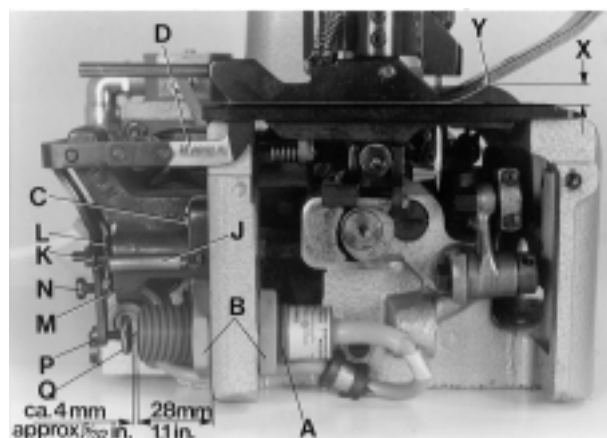
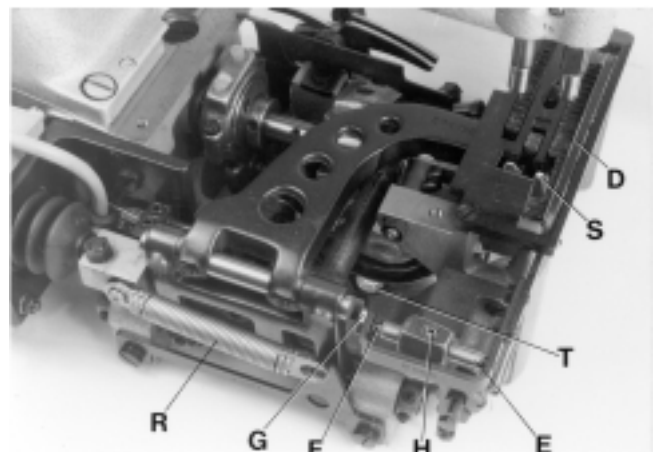

Fig. 14
Fig. 15
Remove cloth plate and left end cover. Mount the electronic proximity switch (A, Fig. 14) to the dimension of 28 mm (1.1"), as shown in Fig. 14.
The feeler (D, Figs. 14 and 15) is adjusted initially with the two fastening screws (C, Fig. 14) for the feeler support bracket.
The feeler (D, Figs. 14 and 15) should not have any lateral play but should turn readily. For this, adjust the centering shaft (E, Fig. 15) with centering screw (F) and lock nut (G) accordingly.
Loosen screw (H, Fig. 15) and center the feeler (D) in the throat plate and presser foot slot, by moving the centering shaft (E) laterally. The feeler must turn readily. Retighten screw (H).
Hang in tension spring (J, Fig. 14).
The feeler should be set as high as possible. The dimension (X, Fig. 14) between upper throat plate surface and upper edge of feeler at the bag entrance zone, should not be less than 7 mm (.270") on styles 80800R, RL, S and SL, and not less than 7 mm (.290") on styles 80800TL, TAL, U, UA, UL and UAL.
For adjustment loosen nut (K, Fig. 14) and turn-off screw (L), so that the head of screw does not contact the magnet in the feeler support bracket. Loosen nut (M) and turn the feeler stop screw (N) in or out, as required, to adjust the correct feeler height.
**NOTE:** When the presser foot rests on the throat plate (feed dog below throat plate), the distance between upper edge of feeler and lower edge of the feeler slot cut-out in the presser foot (see Y, Fig. 14) should be approx. 1 mm (.040") on styles 80800R, RL, S and SL, and approx. 2 mm (.080") on styles 80800TL, TAL, U, UA, UL and UAL.
Secure the set feeler height with lock nut (M, Fig. 14).
Entfernen Sie die Stoffplatte und das linke Abschlußblech. Montieren Sie den elektronischen Annäherungsschalter (A, Fig. 14), wie in Fig. 14 gezeigt, auf das Maß 28 mm.
Mit den beiden Befestigungsschrauben (C, Fig. 14) für den Taster-Lagerbock wird der Taster (D, Fig. 15 und 15) vorläufig ausgerichtet.
Der Taster (D, Fig. 15 und 15) darf kein seitliches Spiel haben, muß sich aber ganz leicht drehen. Stellen Sie dazu die Zentrierachse (E, Fig. 15) mit dem Zentrierstift (F) und die Zentrierachse (E, Fig. 15) mit dem Zentrierstift (F) und der Kontermutter (G) entsprechend ein.
Lösen Sie die Schraube (H, Fig. 15) und vermitteln Sie den Taster (D) durch seitliches Verschieben der Zentrierachse (E) im Stichplatten- und Drückerfußschlitz. Der Taster muß sich frei bewegen können. Ziehen Sie die Schraube (H) wieder an. Hängen Sie die Zugfeder (J, Fig. 14) ein.
Der Taster soll so hoch wie möglich eingestellt sein. Das Maß (X, Fig. 14) zwischen Stichplattenoberfläche und Tasteroberkante in der Sackeinlaufzone darf bei den Maschinen 80800R, RL, S und SL nicht kleiner als 7 mm und bei den Maschinen 80800TL, TAL, U, UA, UL und UAL nicht kleiner als 7,5 mm sein.
Zur Einstellung lösen Sie die Mutter (K, Fig. 14) und drehen die Schraube (L) soweit zurück, daß der Schraubenkopf den Magneten im Taster-Lagerbock nicht berühren kann. Lösen Sie die Mutter (M) und drehen Sie die Taster-Anschlagschraube (N) entsprechend ein oder aus bis die richtige Tasterhöhe erreicht ist.
**BEACHTEN SIE:** Wenn der Drückerfuß auf der Stichplatte aufliegt (Transporteur unter der Stichplatte), soll zwischen Oberkante Taster und Unterkante Tasteraussparung im Drückerfuß (siehe Y, Fig. 14) bei den Maschinen 80800R, RL, S und SL ein Abstand von etwa 1 mm und bei den Maschinen 80800 TL, TAL, U, UA und UAL ein Abstand von etwa 2 mm sein.
Sichern Sie die eingestellte Tasterhöhe durch Kontern der Mutter (M, Fig. 14).
The switching pressure on the feeler is set with screw (K, Fig. 14).
**NOTE:** The closer the head of screw (K, Fig. 14) to the magnet the higher the switching pressure on the feeler. Secure the position of screw (K) with lock nut (L).
The electrical switching point of the proximity switch (A, Fig. 14) is determined by screw (Q, Fig. 14). The distance between screw head and the face of the proximity switch is approx. 4 mm (5/32") (see Fig. 14), when the feeler is in home position. This distance of 4 mm (5/32") is not exactly the same for all switches. Connect the machine electrically. With feeler in home position set the proper switching point as follows:
Loosen nut (P, Fig. 14). Turn screw (Q) away from switch, until the switch switches on. Then turn screw (Q) slowly towards the switch, until the switch switches off. Now turn screw (Q) a further 1/2 turn towards the switch. Secure this position of screw (Q) with lock nut (P).
When the solenoid on styles 80800R and S or the air cylinder on styles 80800RL and SL for the chain cutter (S, Fig. 15) is not activated and the chain cutter is in its home position below the throat plate, the knife tips of the chain cutter (S) should be positioned 0.5 mm (.020") below the throat plate top surface.
To obtain this setting, adjust the knife lever stop screw with lock nut (T, Fig. 15) in the bottom of the bed casting accordingly. The slotted thread end of screw (T) is accessible from the bottom of the bed casting for adjustment.
In cutting position, above the throat plate, the cutting edges of the chain cutter (S, Fig. 15) should overlap by 0.3 mm (.012") to assure a proper thread chain cutting.
On styles 80800R and S with solenoid operated chain cutter the core of solenoid (C, Fig. 16) must rest firmly on the solenoid (D) while adjusting the overlapping of the knife cutting edges of the chain cutter. Unhook pull-back spring (R, Fig. 15) and press the solenoid rod against the solenoid until the core of solenoid (C, Fig. 16) butts on the solenoid (D). Loosen nut (A, Fig. 16) and move clamp (B) on the solenoid rod to the left or right, until the cutting edges overlap approx. 0.3 mm (.012"). Retighten nut (A) and replace pull-back spring (R, Fig. 15).
Der Schaltdruck am Taster wird mit der Schraube (K, Fig. 14 eingestellt.
**BEACHTEN SIE:** Je näher der Schraubenkopf der Schraube (K, Fig. 14) am Magneten ist, umso höher ist der Schaltdruck am Taster. Sichern Sie die Stellung der Schraube (K) durch Kontern der Mutter (L).
Mit der Schraube (Q, Fig. 14) wird der elektrische Schaltpunkt des Annäherungsschalters (A, Fig. 14) bestimmt. Der Abstand zwischen Schraubenkopf und Stirnfläche des Annäherungsschalters beträgt in Ruhestellung des Tasters etwa 4 mm (siehe Fig. 14). Dieser Abstand von 4 mm ist nicht bei allen Schaltern genau gleich. Schließen Sie die Maschine elektrisch an. Der genaue Schaltpunkt wird in Ruhestellung des Tasters wie folgt eingestellt: Lösen Sie die Mutter (P, Fig. 14). Drehen Sie die Schraube (Q) vom Schalter weg bis der Schalter einschaltet. Dann drehen Sie die Schraube (Q) langsam zum Schalter hin, bis der Schalter ausschaltet. Drehen Sie dann die Schraube (Q) noch 1/2 Umdrehung weiter zum Schalter hin. Sichern Sie die Stellung der Schraube (Q) durch Kontern der Mutter (P).
Wenn der Elektromagnet bei den Maschinen 80800R und S, oder der Luftzylinder bei den Maschinen 80800RL und SL für die Kettenschere (S, Fig. 15) nicht aktiviert ist und die Kettenschere in ihre Ausgangslage unter der Stichplatte ist, sollen die obersten Messerkanten der Kettenschere (S) etwa 0,5 mm unter der Stichplattenoberfläche stehen.
Stellen Sie dazu die Messerhebel-Anschlagschraube mit Kontermutter (T, Fig. 15) unten im Gehäuseguß entsprechend ein. Das geschlitzte Gewindeende der Schraube (T) ist zur Einstellung von der Unterseite des Gehäuse aus zugänglich.